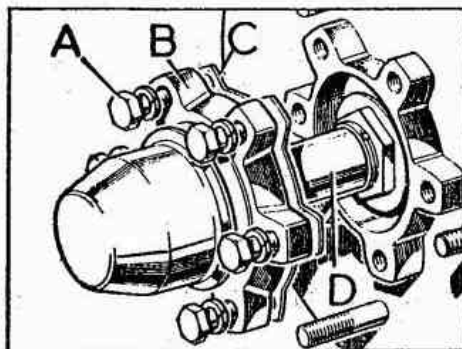

Fig. E -4 - Semieje trasero
- 1.1. Soltar los tornillos, A (Fig. E -4) de la brida, B, y extraer el semieje, D.
- 2.1. Cubrir ambos lados de la junta, C (Fig. E -4), con grasa y situarla en su sitio sobre el buje.